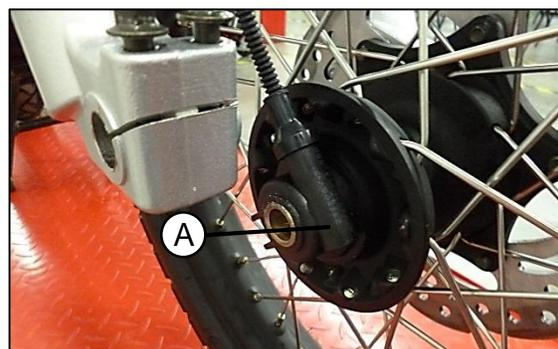

Fig. 12
Retire con especial cuidado la llanta sin dañar el sensor de velocidad (A) al momento de desensamblar. **Fig. 12**